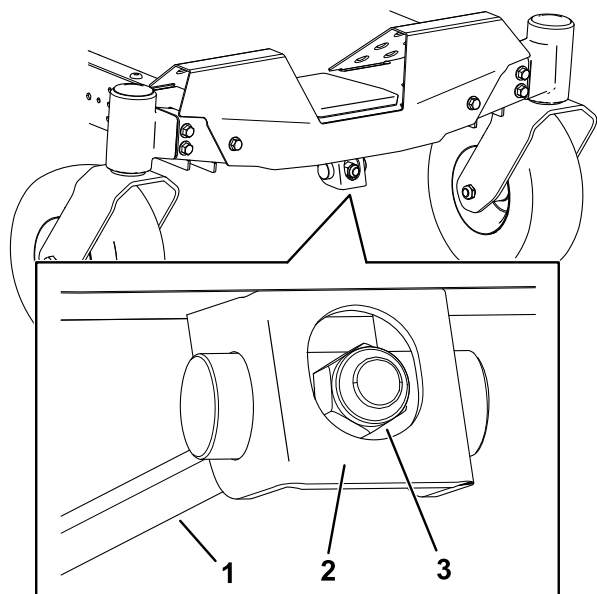

Figure 75
1. Tournez l'écrou de réglage à l'avant de la tondeuse (Figure 75).